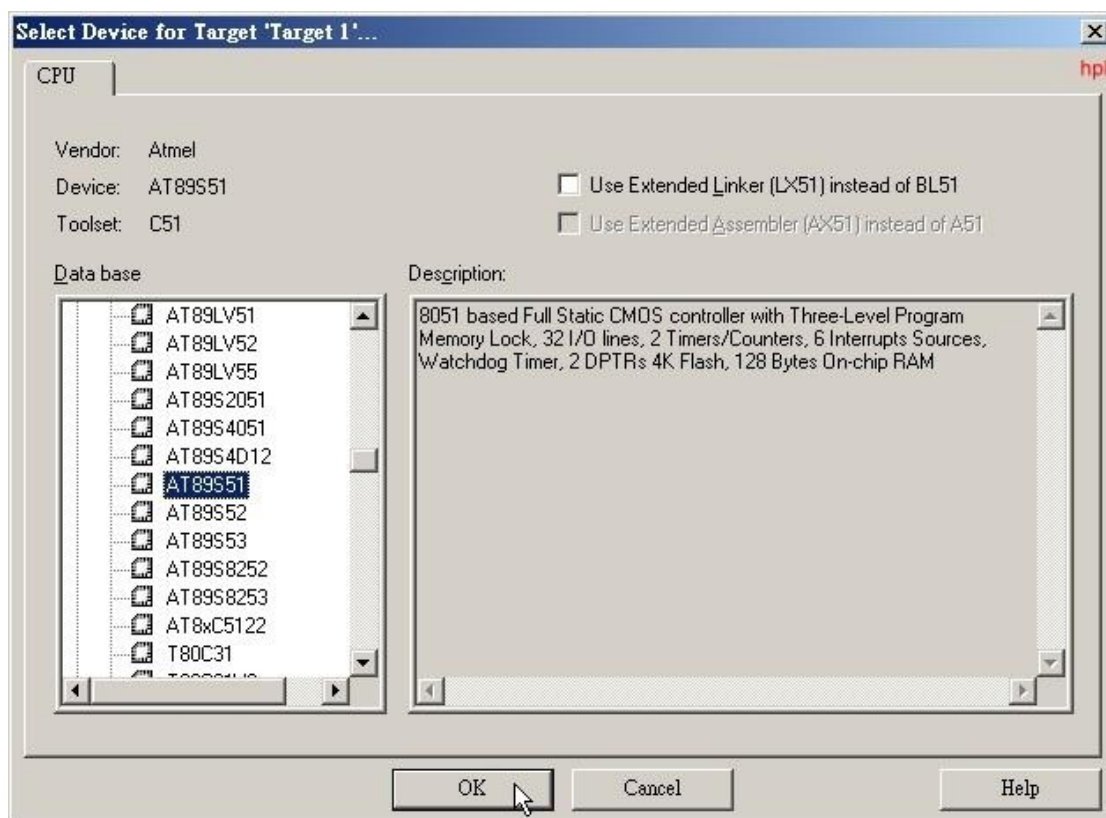

图 2-3 选取芯片
(2) 选择所要的单芯片型号，这里仍然选择常用的 Atemp 公司的 AT89S51，此时萤幕如图 2-3 所示。在右边图中的“Description”方块内，会简单的介绍 AT89S51 有什么功能及特点。点选 OK 按钮后，会出现图 2-4，询问你是否需要拷贝标准的 8051 启动码程式到你的项目资料夹，并且将此档案加入项目“Copy Standard 8051 Startup Code to Project Folder and Add File to Project”，因为汇编语言不需要加入此 STARTUP.a51，点选“否”后，就可以进行程序的编写了。